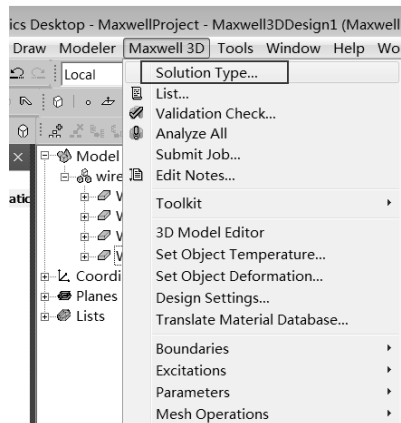

图 19-9 设置求解器类型
Step1：设置求解器类型。如图 19-9 所示，选择 Maxwell 3D→Solution Type 命令，